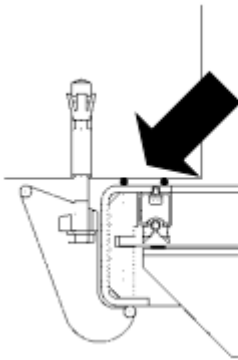

Abb. 4
- Bevor der Normschütz definitiv festgeschraubt wird, ist dieser von der Wand wegzuziehen. Hinter Rahmen und Querdichtung sind bis auf die Höhe der maximalen Wassersäule, resp. Querdichtung je zwei Raupen Dichtmasse (Anwendungsvorschrift des Herstellers beachten!) aufzutragen. (Abb. 4 und 6). Wird die Bodendichtung aufgeschraubt, ist die Dichtmasse auch hier aufzutragen.